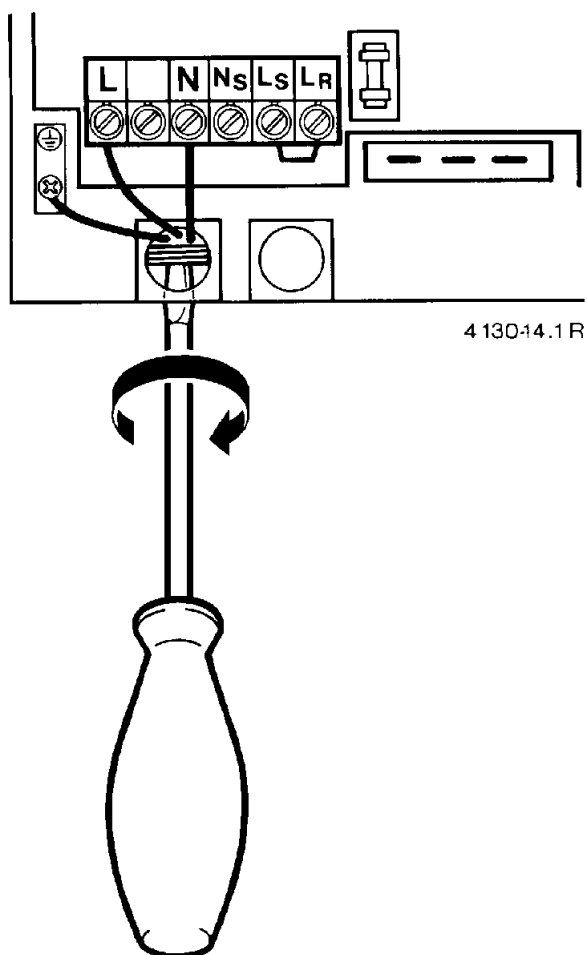

Fig. 14
- Fare passare il cavo attraverso la guarnizione del passacavo e collegarlo come da fig. 14.